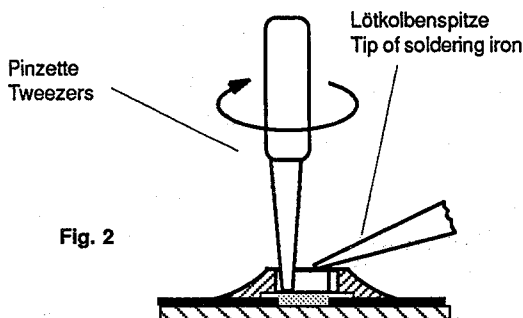

Fig. 2
CHIP von der Klebung ohne Kraftaufwand abdrehe n, damit unter dem CHIP liegende Leiterbahnen nicht abgerissen werden (Fig. 2).
2. Warm up the ends of the CHIP or the whole CHIP component and remove the CHIP from the adhesive by turning it without application of force so that the tracks beneath the CHIP do not break (Fig. 2).